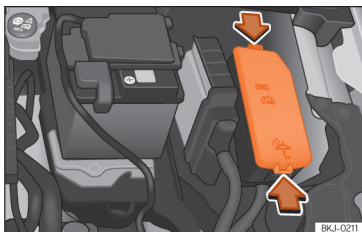

Abb. 65 Im Motorraum: Abdeckung des Sicherungskastens.
- Drücken Sie die Verriegelungslaschen, um die Abdeckung des Sicherungskastens zu entriegeln »» **Abb. 65**